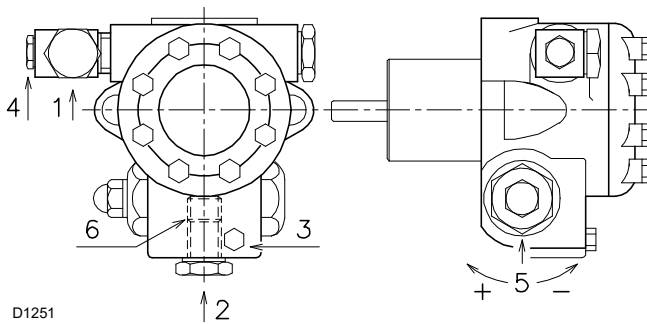

Abb. 30
Damit sich die Pumpe selbst einschalten kann, muss die Schraube 3)(Abb. 30) an der Pumpe gelockert werden, damit der Ansaugschlauch entlüftet wird.
- Den Brennstoff durch Positionieren des Wahlschalters (Abb. 30) auf "OIL" auswählen.
- Die Pumpe ist eingeschaltet, wenn aus der Schraube 3)(Abb. 30) Heizöl heraustritt.